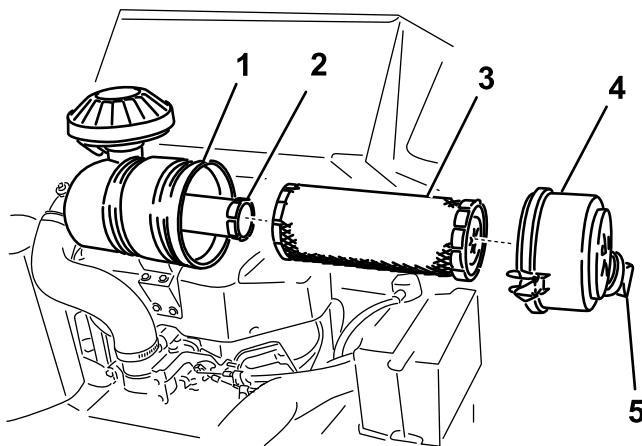

Figura 30
3. Liberte os trincos do filtro de ar e empurre a tampa do filtro de ar para fora do corpo do filtro (Figura 30).
1. Deslize suavemente o filtro principal para fora do corpo do filtro (Figura 30).
4. Se estiver a substituir o filtro de segurança, faça deslizar cuidadosamente o novo filtro para o corpo do filtro (Figura 30).
5. Deslize cuidadosamente o filtro principal sobre o filtro de segurança (Figura 30).
6. Instale a cobertura do filtro de ar com o tampão antipoeira orientado como em Figura 30 e prenda os trincos.